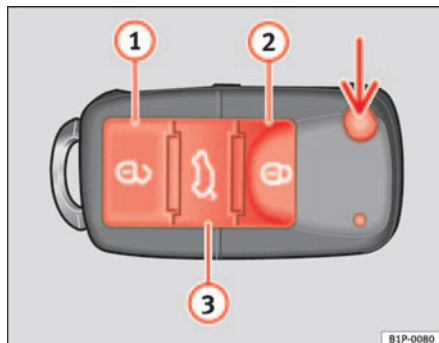

Fig. 63 Teclas de la llave con mando a distancia
Con la tecla $\Rightarrow$ fig. 63 (flecha) del mando, se desbloquea el paletón de la llave.
Desbloqueo del vehículo $\Rightarrow$ fig. 63 ①. Las puertas y el portón trasero se desbloquean.
Bloqueo del vehículo $\Rightarrow$ fig. 63 ②.
Desbloqueo del portón trasero. Pulse la tecla $\Rightarrow$ fig. 63 ③ hasta que todos los intermitentes del vehículo parpadeen brevemente. Al pulsar la tecla de desbloqueo $\Rightarrow$ fig. 63 ③, dispone de 2 minutos para abrir el portón. Una vez transcurrido este tiempo se bloqueará de nuevo.
Además, el testigo de la pila de la llave $\Rightarrow$ fig. 63, parpadea.
Pulsando una vez la tecla $\Rightarrow$ fig. 63 ①, se abrirá sólo la puerta de conductor, permaneciendo el resto cerradas.
⇒ **página 107, fig. 63** desde la cerradura de la puerta del conductor.